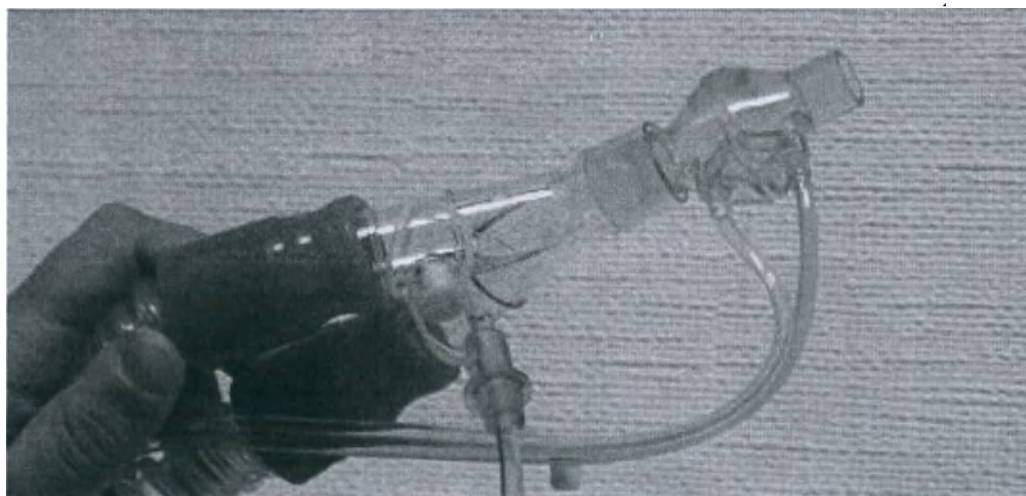
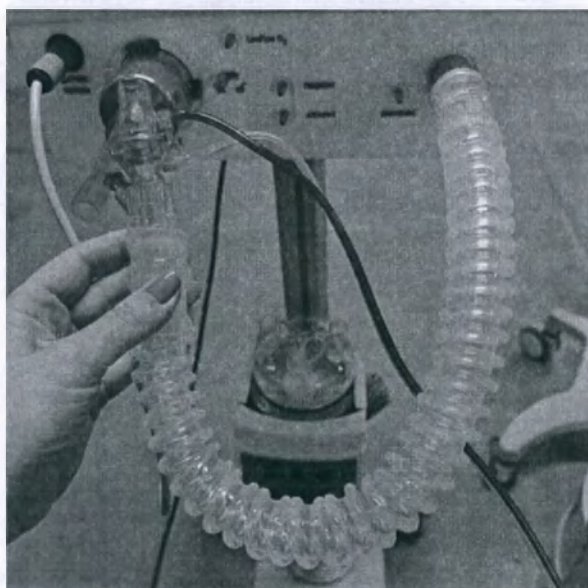

Рисунок 4-1. Проксимальный датчик готов к калибровке
Рисунок 4-2. Проксимальный датчик, подключенный к короткому шлангу 50 см
1. Для калибровки датчика потока включите аппарат и соберите дыхательный контур, **не подключая увлажнитель!** Отсоедините проксимальный датчик от эндотрахеальной трубки/дыхательной маски (рисунок 4-1). Для достижения большей точности подключите датчик через короткую дыхательную трубку напрямую к штуцеру вдоха через переходник в комплекте датчика (рис. 4-2).